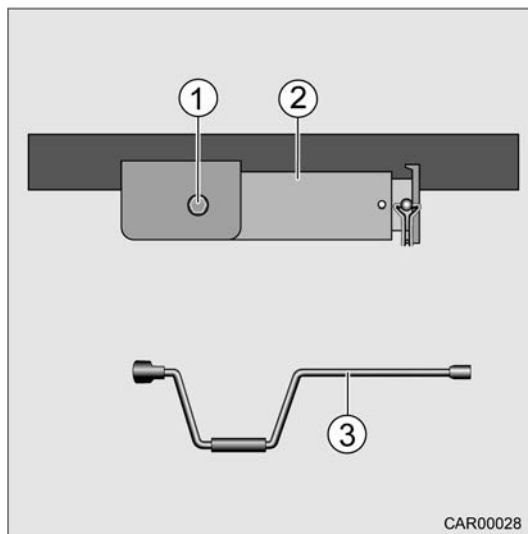

Fig. 39 Béquille arrière à manivelle
1. Enficher la manivelle (Fig. 39/3) sur l'écrou hexagonal (Fig. 39/1) et la tourner jusqu'à ce que la béquille arrière à manivelle (Fig. 39/2) pivote vers le bas.
2. Continuer à tourner la manivelle (Fig. 39/3) jusqu'à ce que la béquille arrière à manivelle (Fig. 39/2) soit à la verticale.
7. Tourner la manivelle (Fig. 39/3) jusqu'à ce que la béquille arrière à manivelle (Fig. 39/2) soit complètement en contact avec le sol.
1. Enficher la manivelle (Fig. 39/3) sur l'écrou hexagonal (Fig. 39/1) et la tourner jusqu'à ce que la béquille arrière à manivelle (Fig. 39/2) ne touche plus le sol.
6. Tourner la manivelle (Fig. 39/3) jusqu'à ce que la béquille arrière à manivelle (Fig. 39/2) soit complètement rentrée.